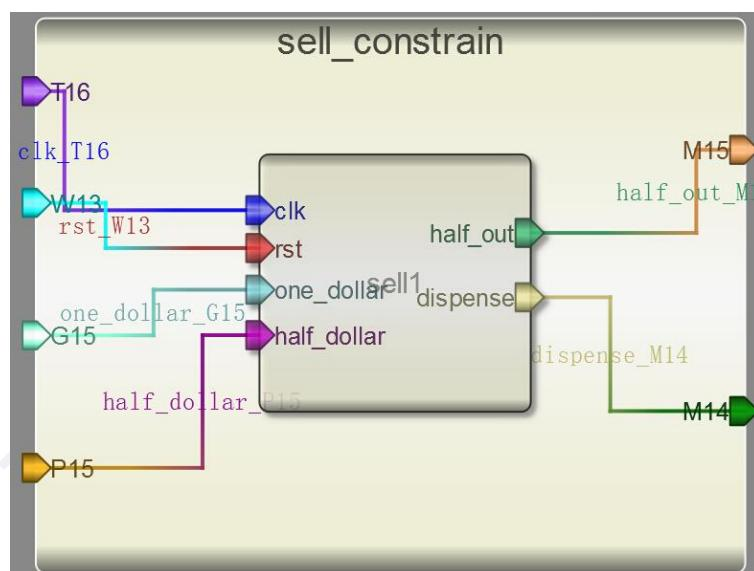

图 3-2-7 约束模块设计
- (2) 将约束模块和设计的 sell 模块保存到同一个目录下，用鼠标左键单击把 sell 模块从左侧的 ToolBox 添加到约束模块中；
(3) 修改约束模块的端口名称。如图 3-2-7 所示。本设计中使用到的开发板硬件引脚如下：